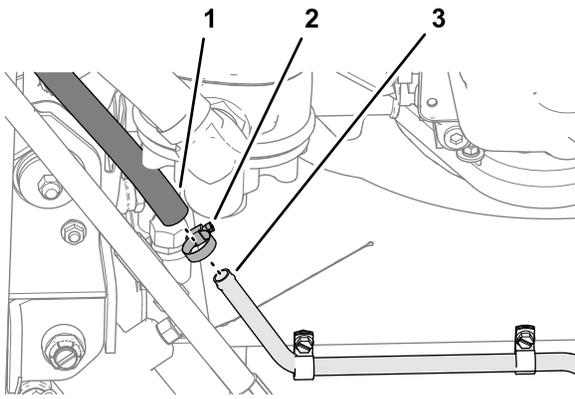

图51
4. 将油冷却器回流软管的自由端安装到油进口管并用软管夹固定软管图51。